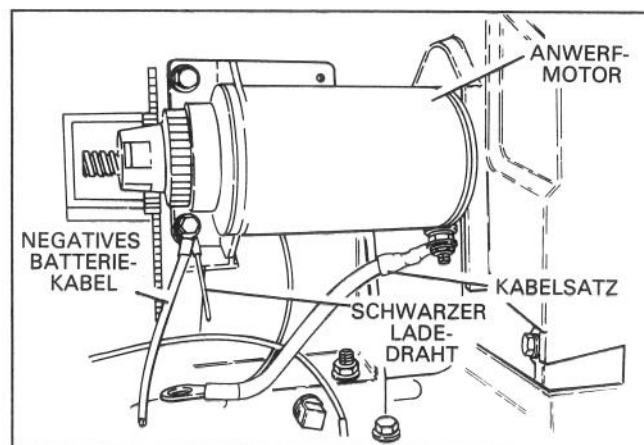

Abb. 12
19. Den Anwerfmotoraufbau, das negative (schwarze) Batteriekabel und den schwarzen Draht des Ladesteckers (Draht mit geschlossenem Kabelschuhende) mit (2) 19 mm großen Kopfschrauben wie in Abb. 12 und 16 gezeigt am Motor anbringen. Die Drähte sind an der unteren Halterungsschraube anzubringen.